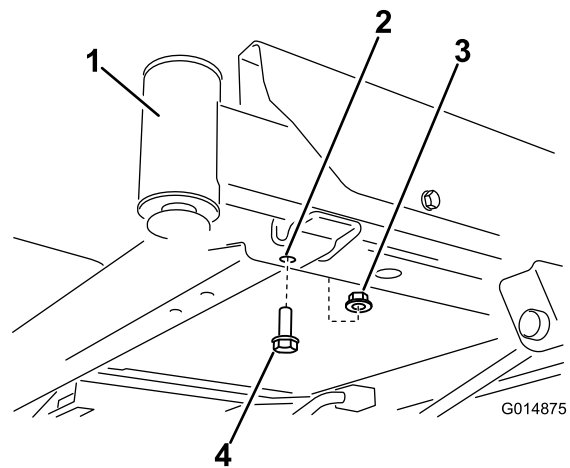
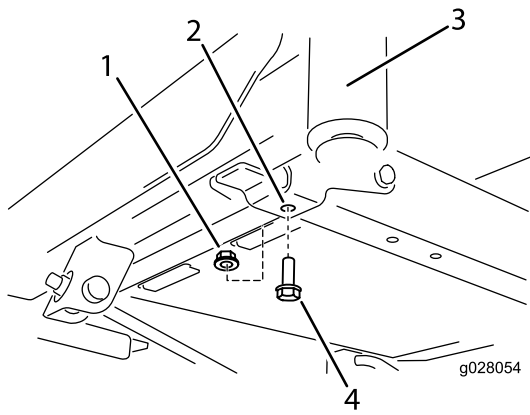

Figura 1
Figura 2
2. Localice los pernos delanteros en la parte inferior del bastidor (Figura 1 y Figura 2). Retire los dos pernos (3/8 x 1 pulgada) y dos contratuercas (3/8 pulgada). Guarde las contratuercas.